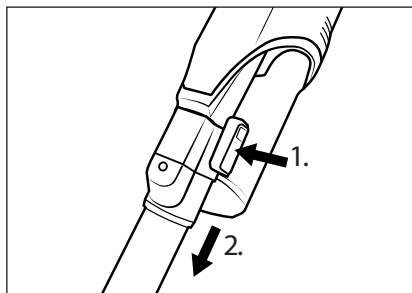

Fig. 11
- ♦ Para desmontar el tubo de aspiración **24** del aparato, mantenga pulsado el botón de desenganche del tubo de aspiración **25** y tire del tubo de aspiración **24** para extraerlo del orificio de aspiración del aparato (consulte la fig. 11).